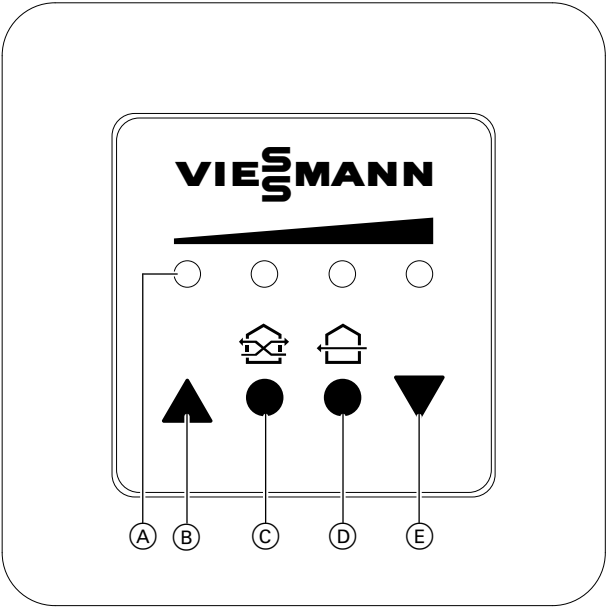

Abb. 22
2. Um die Filterwechselanzeige zurückzusetzen, drücken Sie die beiden runden Tasten Ⓒ und Ⓓ gleichzeitig: Siehe Abb. 22.
Drücken Sie die beiden runden Tasten © und © gleichzeitig: Siehe Abb. 22 auf Seite 19.